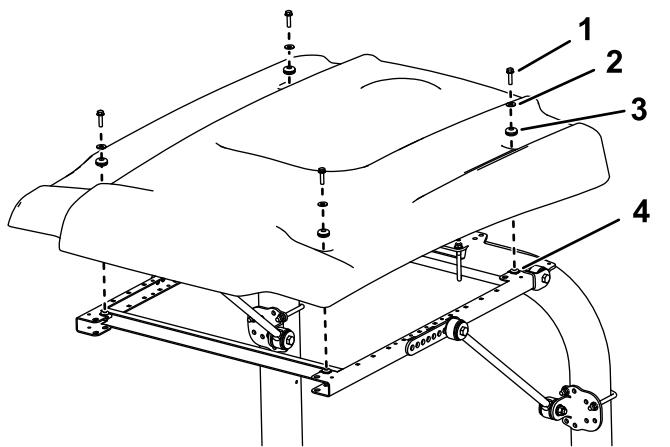

Figure 21
17. Fixez légèrement chaque coin du pare-soleil au cadre avec un boulon à embase (5/16" x 1¼"), une petite rondelle et une bague (Figure 21).
16. Lors de l'alignement des trous de fixation, positionnez le pare-soleil sur le cadre comme montré à la Figure 21.